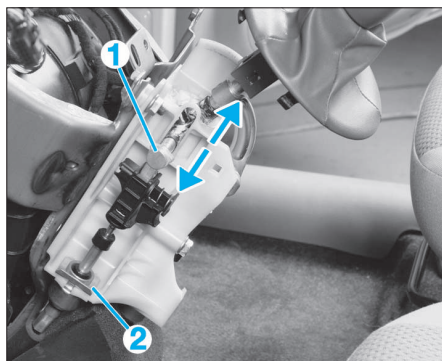

FIG. 15
- Déloger la rotule (1) (Fig.15 et 16), puis déposer la fourchette de fixation (2). Extraire le câble.